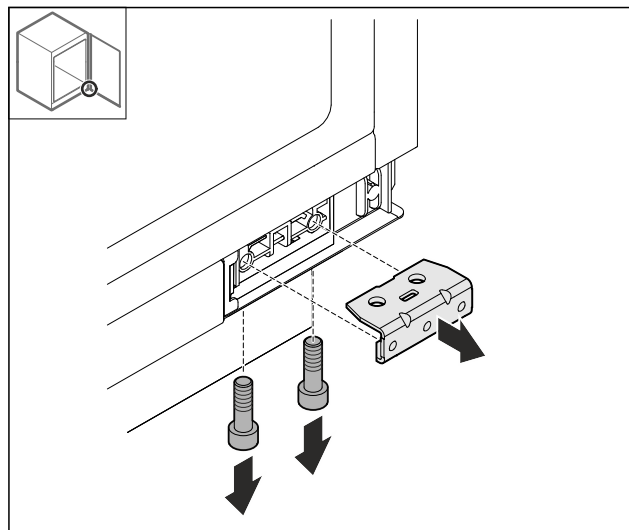

Fig. 40
- Beugel Fig. 40 (2) demonteren.